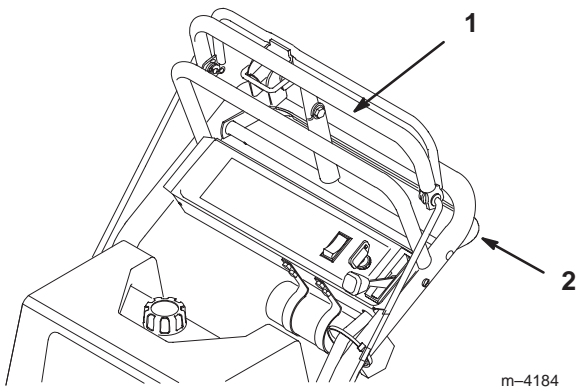

Figure 18
3. Appuyez lentement sur la barre de commande supérieure pour avancer (Fig. 18).
Pour vous déplacer en ligne droite, appliquez une pression égale aux deux extrémités de la barre de commande supérieure (Fig. 18).
Pour tourner, relâchez la pression sur le côté de la barre de commande supérieure opposé à la direction que vous voulez prendre (Fig. 18)
3. Rapprochez lentement la barre de commande inférieure et la poignée pour vous déplacer en marche arrière (Fig. 18).